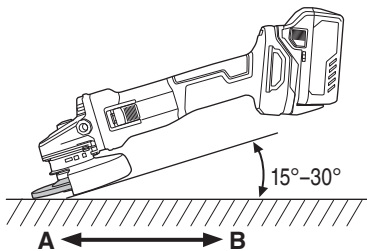

Fig. 17
- Utilice el ángulo de amoladura apropiado. Realice la operación de amoladura con el borde de la rueda levantando la amoladora de 15 a 30°, como se muestra en la Fig. 17.
- Mueva la amoladora en el sentido apropiado. Cuando utilice una rueda de disco abombado nueva en el sentido A (Fig. 17), el borde de la rueda puede cortar la pieza de trabajo. En este caso, realice la operación de amoladura en el sentido B (Fig. 17). Cuando se haya gastado el borde de la rueda, la pieza de trabajo podrá amolarse en ambos sentidos.